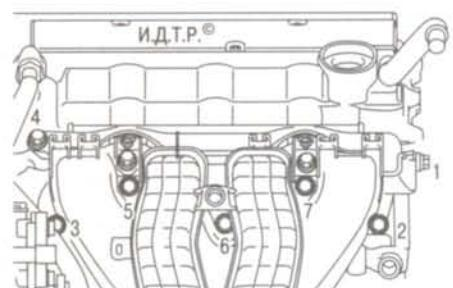

Рис. 5.16. Порядок выворачивания болтов крепления впускного коллектора
11. Выверните семь болтов крепления впускного коллектора к головке блока цилиндров в порядке, показанном на рис. 5.16, и снимите впускной коллектор.